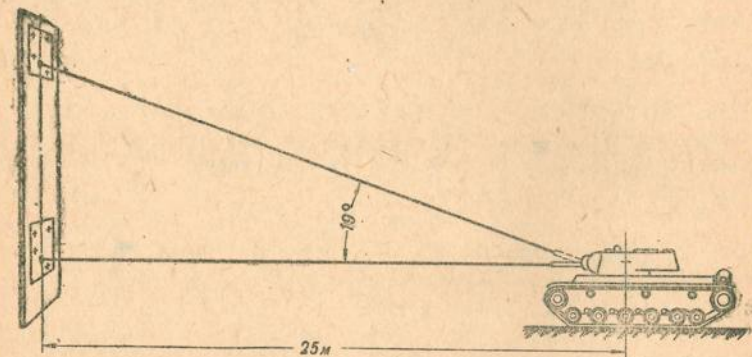
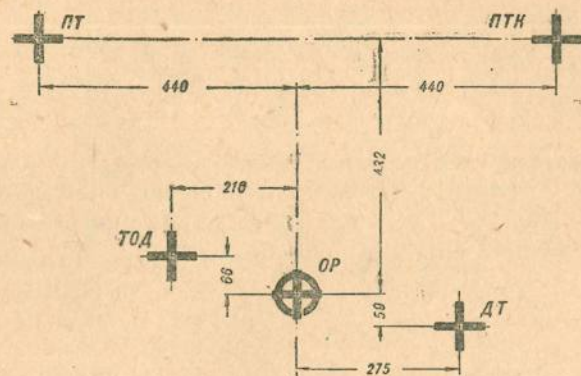

Рис. 7. Установка мишеней на стене для выверки прицельных линий системы
Рис. 8. Мишень с «0» координатами для выверки прицельных линий системы Ф-32 и спаренного пулемета
(рис. 7—9)
4. Поставить танк на расстояние около 25 м от вертикальной стены (рис. 7). На стене укрепить мишень с «0» координатами (рис. 8) для выверки прицельных линий системы.